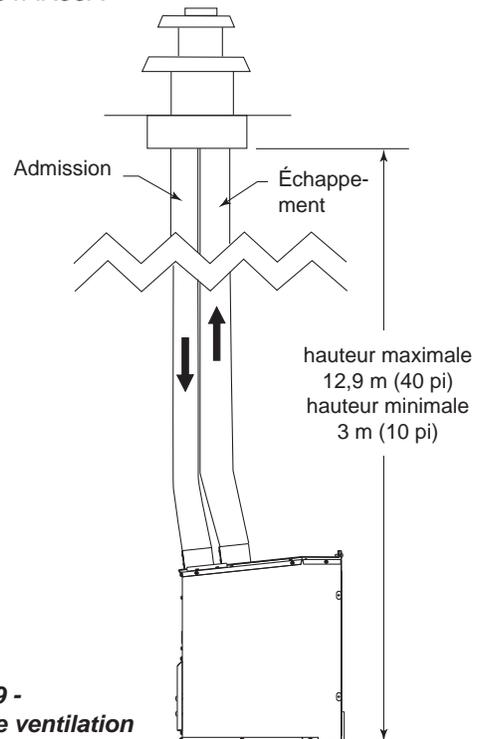

Figure 9 -
- Assurez-vous que le conduit d'échappement de l'appareil de chauffage se raccorde à la portion échappement de la mitre. Attachez les chemisages flexibles. *Figure 9*